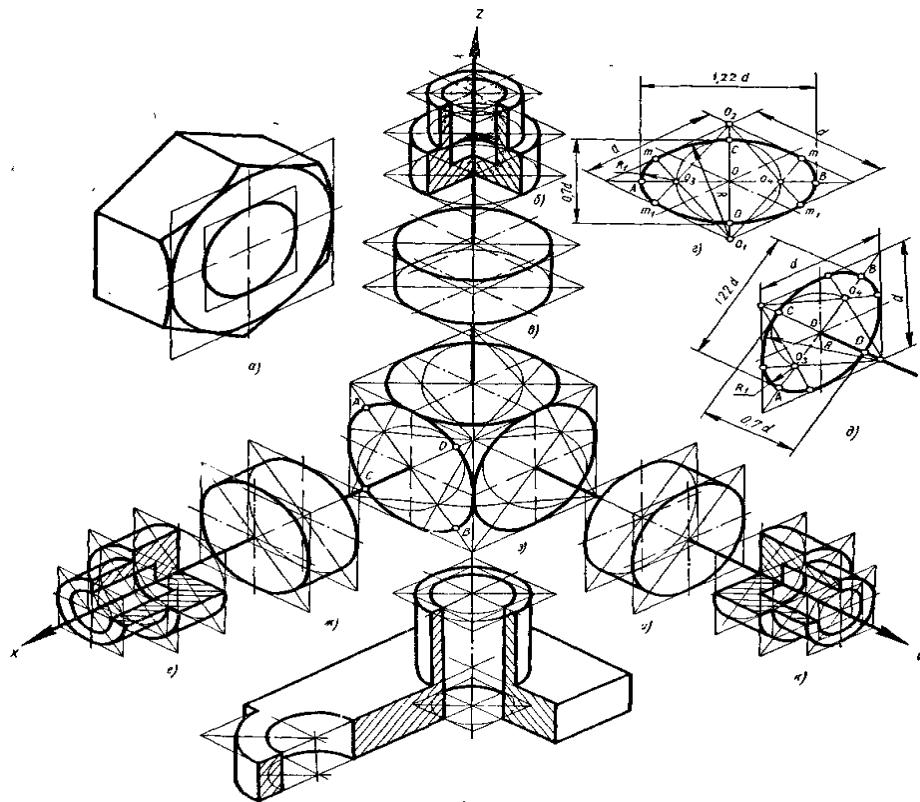

Рис.5.3
Окружности, расположенные в плоскостях, параллельных плоскостям проекций Н, В, W, изображаются в аксонометрических проекциях в виде эллипсов. Во всех случаях изображения окружностей в виде эллипса малая ось эллипса должна быть перпендикулярна большой оси. Если окружность расположена в плоскости, параллельной плоскости Н, то эллипс должен иметь: большую ось АВ — горизонтальную, малую ось СD — вертикальную (рис. 5.3, з, г). Если окружность расположена в плоскости, параллельной плоскости В (рис. 5.3, з, д), то большая ось эллипса должна быть проведена под углом 90° к оси YО. Если окружность расположена в плоскости, параллельной плоскости W (рис. 5.3, з), то большая ось эллипса располагается под углом 90° к оси XО. Если считать, что окружности вписаны в квадраты, а изометрические проекции квадратов являются ромбами, то большие оси всех указанных трех эллипсов будут направлены по большим диагоналям этих ромбов (рис. 5.3, з). При построении изометрической проекции предмета без сокращения по осям X, Y, Z длина большой оси эллипса берется равной 1,22 диаметра изображаемой окружности (рис. 5.3, г, д). Длина малой оси эллипса равна 0,7 этого диаметра (рис. 5.3, г и д).
Построение овала по большой и малой его осям производят таким образом (рис. 5.3, г):
1)проводят две оси — горизонтальную и вертикальную и две изометрические оси ОХ и ОY; 2)из точки О по осям ОХ и ОY откладывают отрезки, равные радиусу данной окружности; 3)через концы этих отрезков проводят прямые, параллельные осям ОХ и ОY, до взаимного пересечения; 4)из центров О1 и О2 радиусами, равными R, проводят дуги окружностей овала, проходящие касательно сторонам ромба; 5)из точки О радиусом ОС, равным половине длины малой оси овала, проводят дугу окружности. В точке пересечения этой дуги с большой осью овала получают центры О3 и О4 дуг малого радиуса R1овала; 6)соединяют прямыми точки О3 и О4 с точками О1 и О2; получают точки сопряжений дуг овала — точки m и m1; 7)из центров О3 и О4 проводят дуги радиусами R1, равными расстоянию О3m.Упрощенный метод построения овалов в изометрии представлен на рис. 5.3, а, б, в.1.Проводят вертикальную и горизонтальную оси. Точки их пересечения О.2.Из этой точки О проводят две вспомогательные концентрические окружности радиусами, равными половине длины большой и малой осей.3.Точки О1 соединяют прямыми с точками п.
5.Эти дуги сопрягают дугами радиусов r, равных О1m, проведенных из центра О1. Рис. 5.3, в, ж, и иллюстрирует построение овалов у цилиндров и заготовки- шестигранной гайки (рис.5.3, а). На рис. 5.3, б, е, к показано построение овалов у полой детали — стакана и выполнены разрезы стакана со штриховкой. Внизу показана полая деталь — корпус (рис. 5.3, л) с разрезом, выполненным по осям отверстий. При построениях части эллипса или овала, при вычерчивании в аксонометрических проекциях моделей или деталей необходимо предварительно выполнить построение целого эллипса (овала), как показано на рис. 5.3